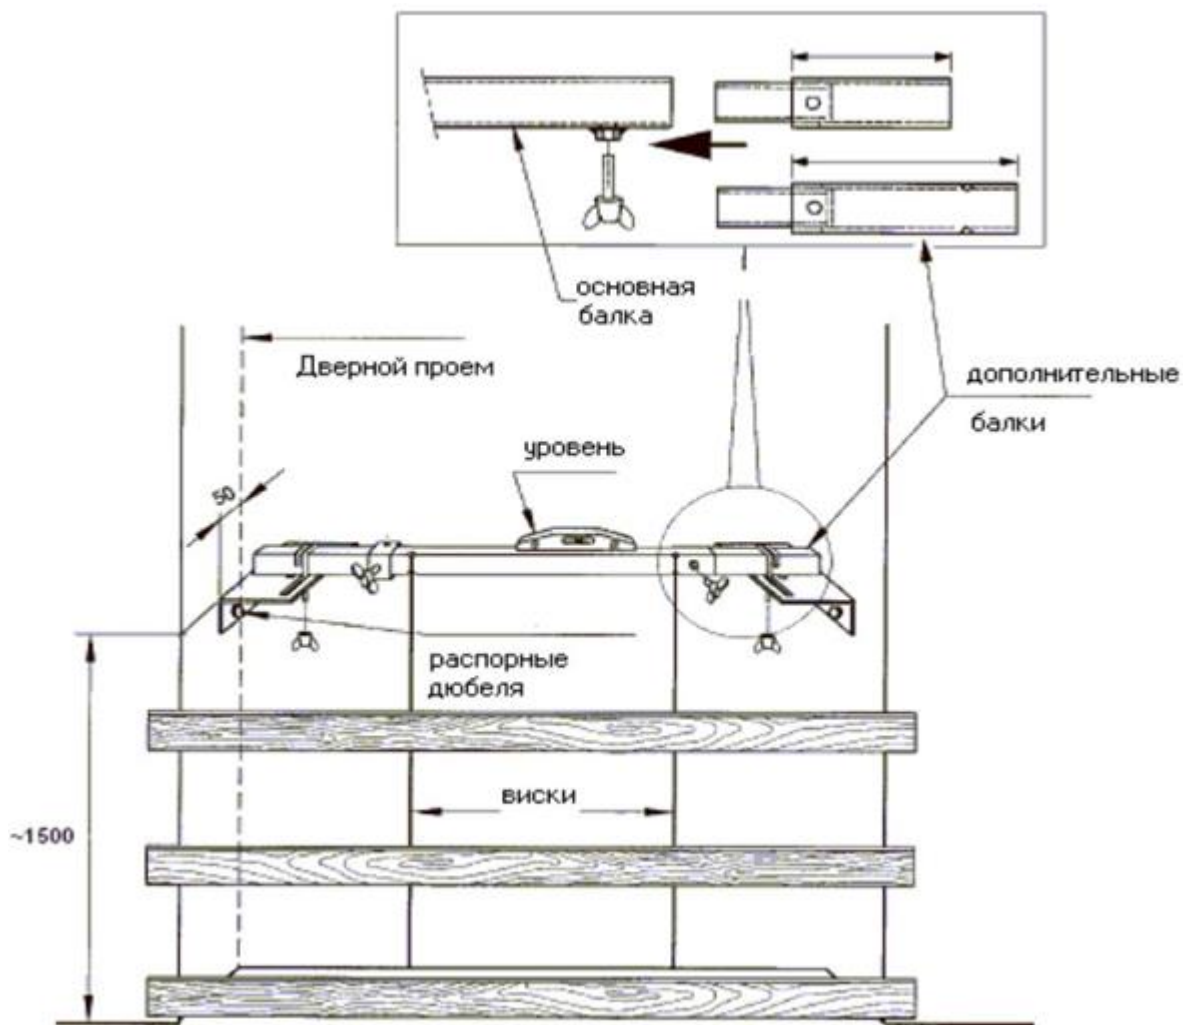

рис.2.7
- Подключить электроинструмент с применением УЗО и смонтировать уголки крепления балки рис. 2.7.